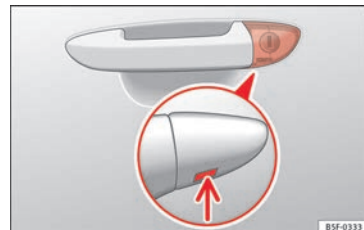

Abb. 3 Fahrtürgriff: verborgener Schließzylinder.
- Den Schlüsselbart am Fahrtürgriff in die untere Öffnung der Abdeckkappe stecken » Abb. 3 (Pfeil) und die Abdeckkappe von unten nach oben anheben.